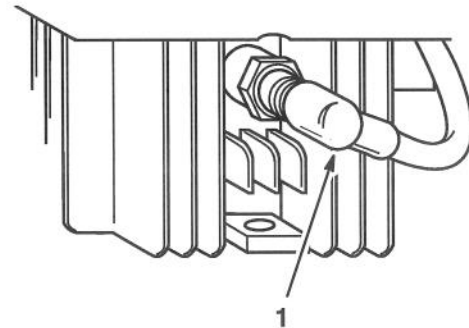

Figure 55
3. Retirer la bougie (Fig. 55) et faire tourner rapidement le moteur au moyen du cordon de démarreur pour expulser l'huile du cylindre. Nettoyer la bougie ou la remplacer si elle est fêlée, brisée ou si les électrodes sont usés.
7. Rebrancher le fil de bougie (Fig. 55).